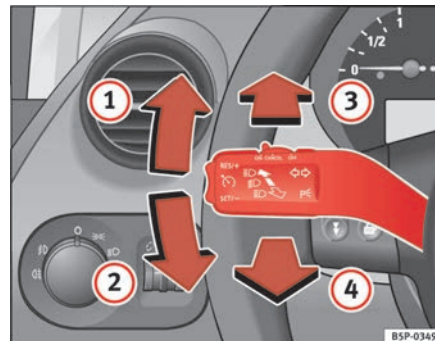

Fig. 78 Palanca de intermitentes y de luz de carretera
- Desplace la palanca hacia arriba hasta el tope ⇒ fig. 78 ① para encender el intermitente **derecho** o bien hacia abajo ②, para encender el intermitente **izquierdo**.
- Desplace la palanca hacia adelante $\Rightarrow$ **página 122, fig. 78 ③** para encender la luz de carretera.